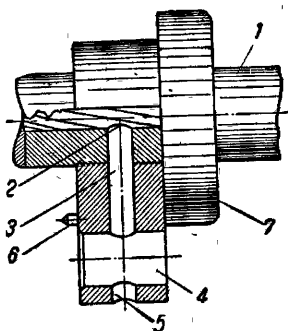

Рис. 7. Газовая камера:
**Газовая камера** (рис. 7) служит для отвода из канала ствола части пороховых газов, энергия которых используется для работы автоматики.